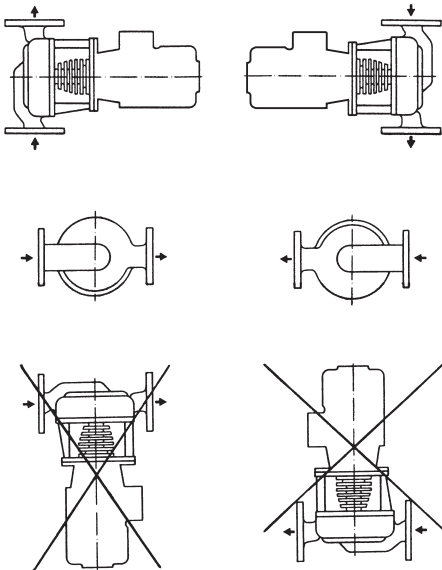

Fig. 7: Posiciones de montaje admisibles
- Cualquier posición de montaje es admisible, excepto montar el motor orientado hacia abajo (véase Posiciones de montaje, fig. 7).